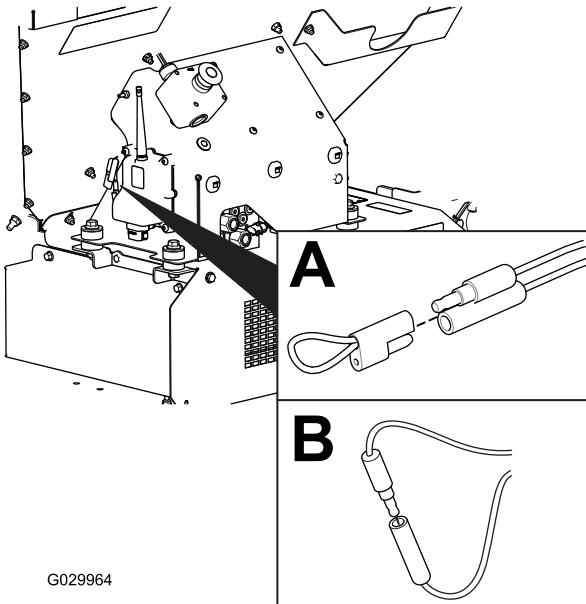

Figura 59
2. Tirate via il tappo collegato dei 2 connettori di derivazione diagnostici (Figura 59, A).
3. Collegate tra loro i connettori di derivazione diagnostici (Figura 59, B).
2. Scollegate i connettori di derivazione diagnostici (Figura 59, B).
3. Spingete il tappo collegato sui 2 connettori di derivazione diagnostici (Figura 59, A).